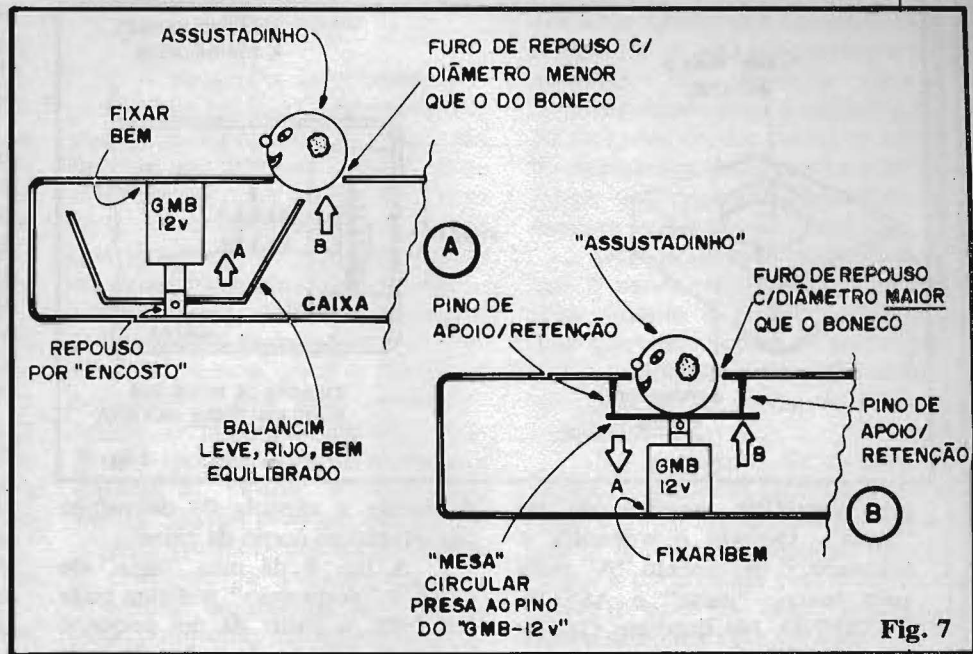

Fig. 7
- **FIG. 7-A** - Outro sistema mecânico de fácil realização, capaz de "chutar o ASSUSTADINHO" para cima, ao acionamento do solenóide. Nesse método o GMB-12V atua "de cabeça pra baixo", tendo uma espécie de balancim leve, rijo e bem equilibrado, fixado à extremidade do pino/cursor. Observe novamente o sistema de fixação e de repouso por "encosto" atribuídos ao solenóide
- **FIG. 7-B** - Mais uma sugestão (que não esgota, contudo, as possibilidades...) para implementação mecânica do conjunto. Agora o solenóide age, de forma direta, e "para cima"... Uma pequena (sempre leve e rija...) "mesa" circular é afixada perpendicularmente ao pino/cursor. Três ou quatro pinos ou parafusos podem "travar" a excursão para cima, do conjunto "mesa"/pino. Observe que, no sistema, o furo de repouso para o bonequinho deve ter um diâmetro suficiente para que o ASSUSTADINHO "entre" no dito orifício, restando sobre a pró-
- **FIG. 7** - Usando o DEMP. É só uma questão de “esfregar”... Isso mesmo! Conforme ilustra a figura, basta ligar o DEMP, colocar a extremidade “feltrada” do “carretel”/sensor sobre a lataria do veículo e ir deslizando o conjunto, “varrendo” toda a superfície do carro... Qualquer irregularidade será prontamente acusada pelo DEMP, através de um nítido aumento na frequência do sinal de áudio! É certo que existem muitos pontos onde, naturalmente, existe um “gap”, ou uma zona de “não metal”, nas junções dos módulos da lataria e essas coisas... O DEMP acusará também quando da passagem sobre tais áreas... Entretanto, o que “vale” mesmo é - por exemplo - a pesquisa de para-lamas, base de portas, laterais baixas da lataria, etc., pontos que “tradicionalmente” oxidam, ou que sofrem batidas ou cortes, depois “recompostos” com massa plástica, lixada e pintada para “disfarçar”. É justamente aí que o DEMP vai, literalmente, “dar o apito”, advertindo sobre a ausência do metal onde ele **deveria** estar. Observem que o DEMP é **muito** sensível, porém o seu campo de atuação e sensoreamento é naturalmente **curto**, mesmo porque não são necessários mais do que alguns poucos centímetros de “profundidade” para se detetar a “maracutaia” realizada na lataria! Notem ainda que a sugestão da camada de feltro na base do “carretel”/sensor tem duas funções válidas: proteger o próprio sensor e também não arrANHAR a pintura do veículo durante a verificação... Finalmente, para quem “duvida” da sensibilidade e segurança da atuação do DEMP, é só fazer um teste “a descoberto”: uma chapa metálica relativamente grande e uniforme, dotada de um único furo, este com diâmetro não maior do que **1 centímetro**, poderá ser usada como “cobaia”... É passar o DEMP sobre toda a placa, incluindo no “percurso” uma passagem sobre o tal furinho... Verifiquem! Como último conselho, é lógico que a operação de varredura deve ser feita com relativa lentidão... Se Você passar o DEMP feito um “foguete” sobre a lata-